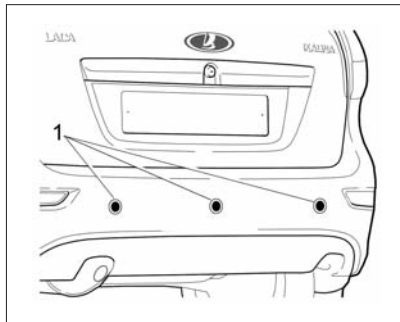

Рис. 48. Датчики парковки
**В варианном исполнении** автомобили оснащаются системой безопасной парковки **парктроник** (от англ. parktronic). Система поможет избежать досадных мелких аварий и следующих за ними материальных затрат. Датчики парковки (рис. 48) помогут Вам обнаружить опасное препятствие, невидимое из салона автомобиля.